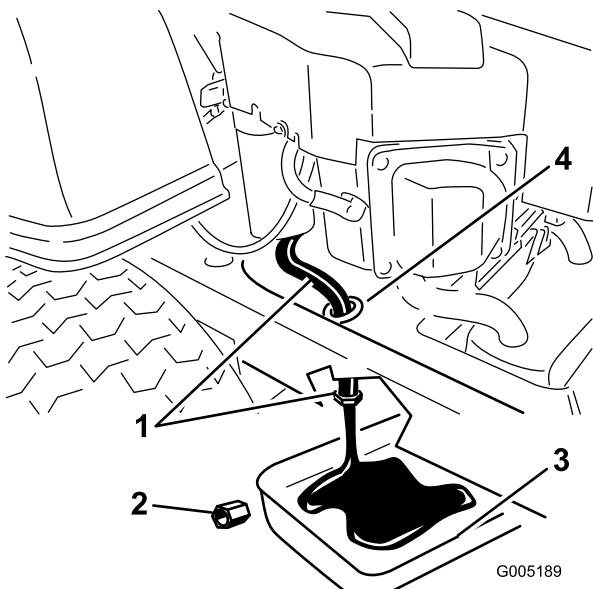

Figure 30
- Trouvez l'emplacement du flexible de vidange d'huile du côté droit du moteur. Le bouchon de vidange est fixé à un flexible de vidange acheminé par un orifice de vidange sur le châssis de la machine (Figure 30). Nettoyez autour du bouchon et du flexible de vidange d'huile.
- Placez un bac de vidange sous la machine, juste sous l'orifice de vidange du châssis, comme illustré à la Figure 30.
7. À l'aide de deux clés (l'une pour tenir le flexible de vidange d'huile et l'autre pour desserrer le bouchon), retirez le bouchon de vidange d'huile (Figure 30).
13. Quand toute l'huile s'est écoulée, replacez le bouchon de vidange. Serrez le bouchon à 14 Nm (125 po-lb). Essuyez l'excédent d'huile (Figure 30).